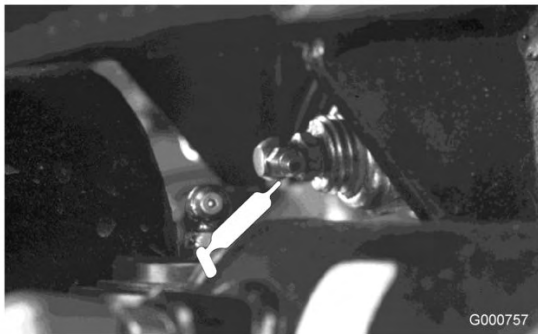

Figura 48
- Perno del ponte posteriore (Figura 48)